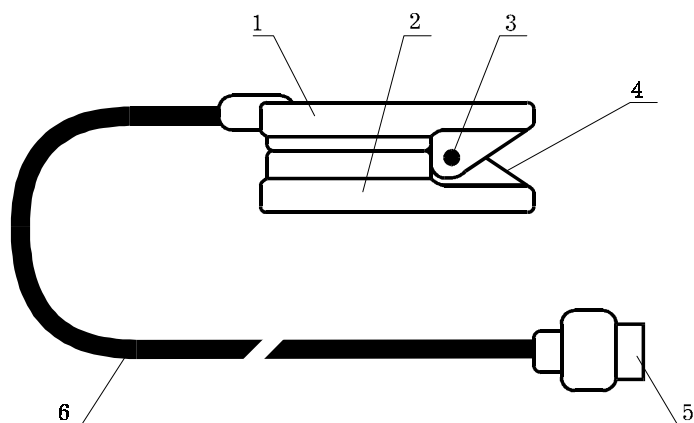

Рис. 3
5.6 Первичный преобразователь канала SaO2 пальцевого типа (рис. 3) представляет собой зажим, состоящий из двух элементов 1 и 2, скрепленных осью 3, фиксируемый на пальце пружиной 4. В элементе 1 установлены излучатели, а в элементе 2 - фотоприемник, снабженный выпуклой линзой. Первичный преобразователь подключается к прибору с помощью кабеля 6 с разъемом 5.